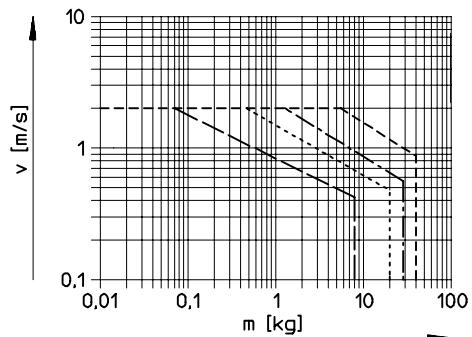

Fig. 24
Sin dispositivos de amortiguación externos, el DGC-... soportará las máximas velocidades y cargas que indica la Fig. 24 y Fig. 25.
- Sin dispositivos externos de amortiguación, el DGC-... puede dañarse si se sobrepasan los valores máximos especificados en la Fig. 25 y Fig. 24. Incluso en el caso de fallo, no deben sobrepasarse los valores límite.